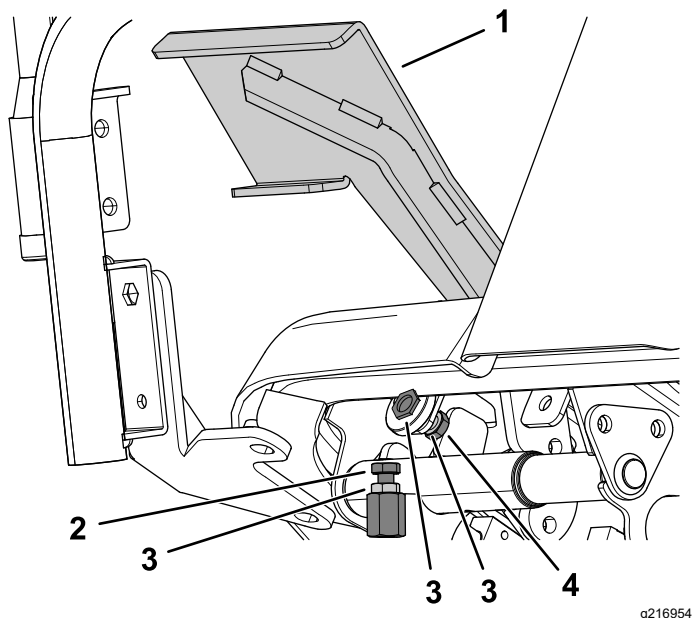

図 96
1. 走行ペダルを前進一杯に押し込む 図 96。
- A. レンチを使用して、前進用ペダルストップを保持しながら、ブラケットの裏側にあるジャムナットをゆるめる 図 96。
- B. 走行ペダルを希望位置に動かす 図 96。
- C. ブラケット裏側のジャムナットで、ペダルストップが走行ペダルに当たるように調整する 図 96。